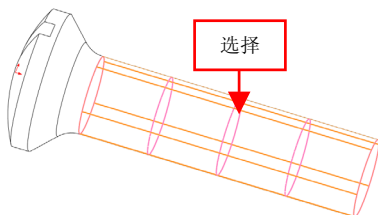

图 2-51 选择合适曲面
(3) 在合适的曲面上, 单击鼠标左键, 如图 2-51 所示。